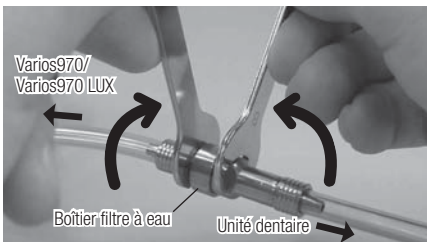

Fig.40
- 2) Montez deux clés à écrou (5x8) et tournez-les conformément à l'illustration de la Fig. 40.